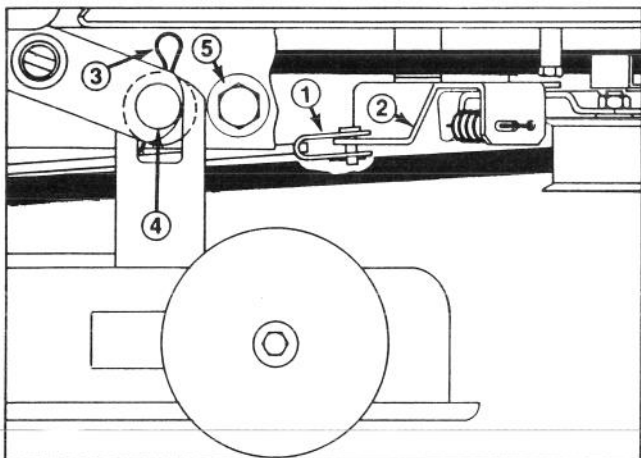

Abbildung 17
9. Den das Deckbremsgestänge am Mittläuferprofil absichernden Splint und Gabelkopfstift entfernen (Abb. 17).
10. Die das Mäherdeck an den Montagestiften absichernden zwei (2) Haarnadel-Splints und Unterlegscheiben entfernen (Abb. 17). Das Mäherdeck fassen und zur Seite schieben, bis es sich von den Stiften freimacht; dann vorwärts schieben, bis die vorderen Montageprofile nach unten fallen.
5. Die die Deckanschläge an beiden Seiten des Mäherchassis absichernden Kopfschrauben, Halterungen und Gegenmuttern entfernen (Abb. 17). Das Mäherdeck zur Entspannung des Treibriemens nach hinten schieben.